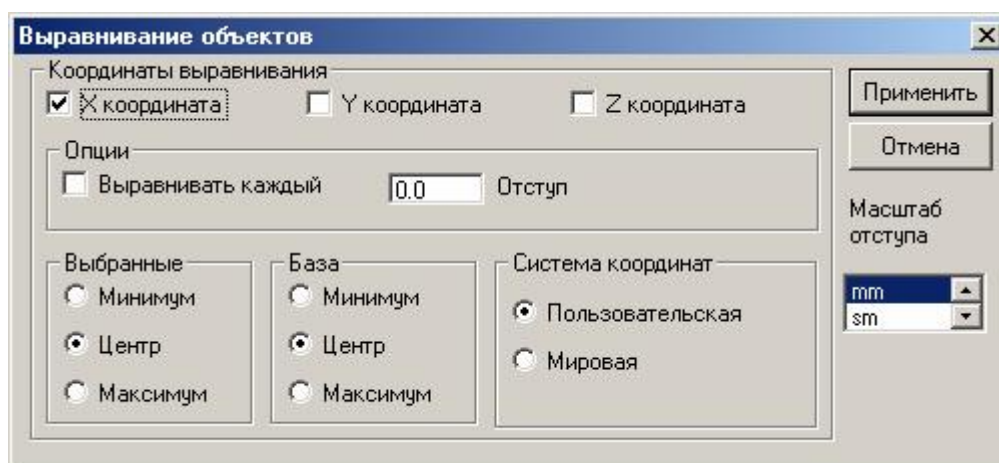

Рис. 45 Диалоговое окно **Выравнивание объектов**
3. В появившемся диалоговом окне (рис. 45) следует указать параметры выравнивания и нажать кнопку **Применить**.